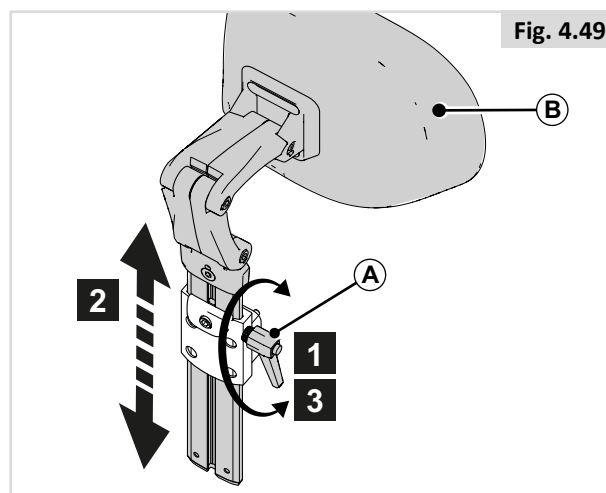

Fig. 4.49
**Altura del reposacabezas (Fig. 4.49)**
1. Afloje (A) unas cuantas vueltas.
2. Ajuste (B) en la posición deseada.
3. Apriete (A).